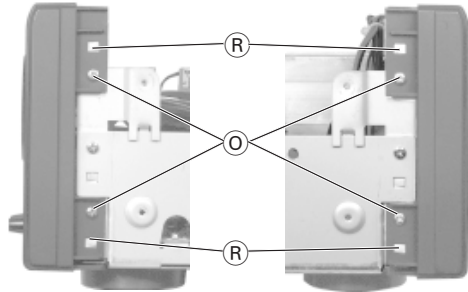

Fig. 12
- Je 2 Schrauben **O** (Fig. 12) links und rechts der Frontblende herausdrehen.
- Laschen **R** der Frontblende austrasten (Fig. 12/13).
- Undo 2 screws **O** each (Fig. 12) on the left and right of the front cover.
- Disengage the lugs **R** of the front cover (Fig. 12/13)